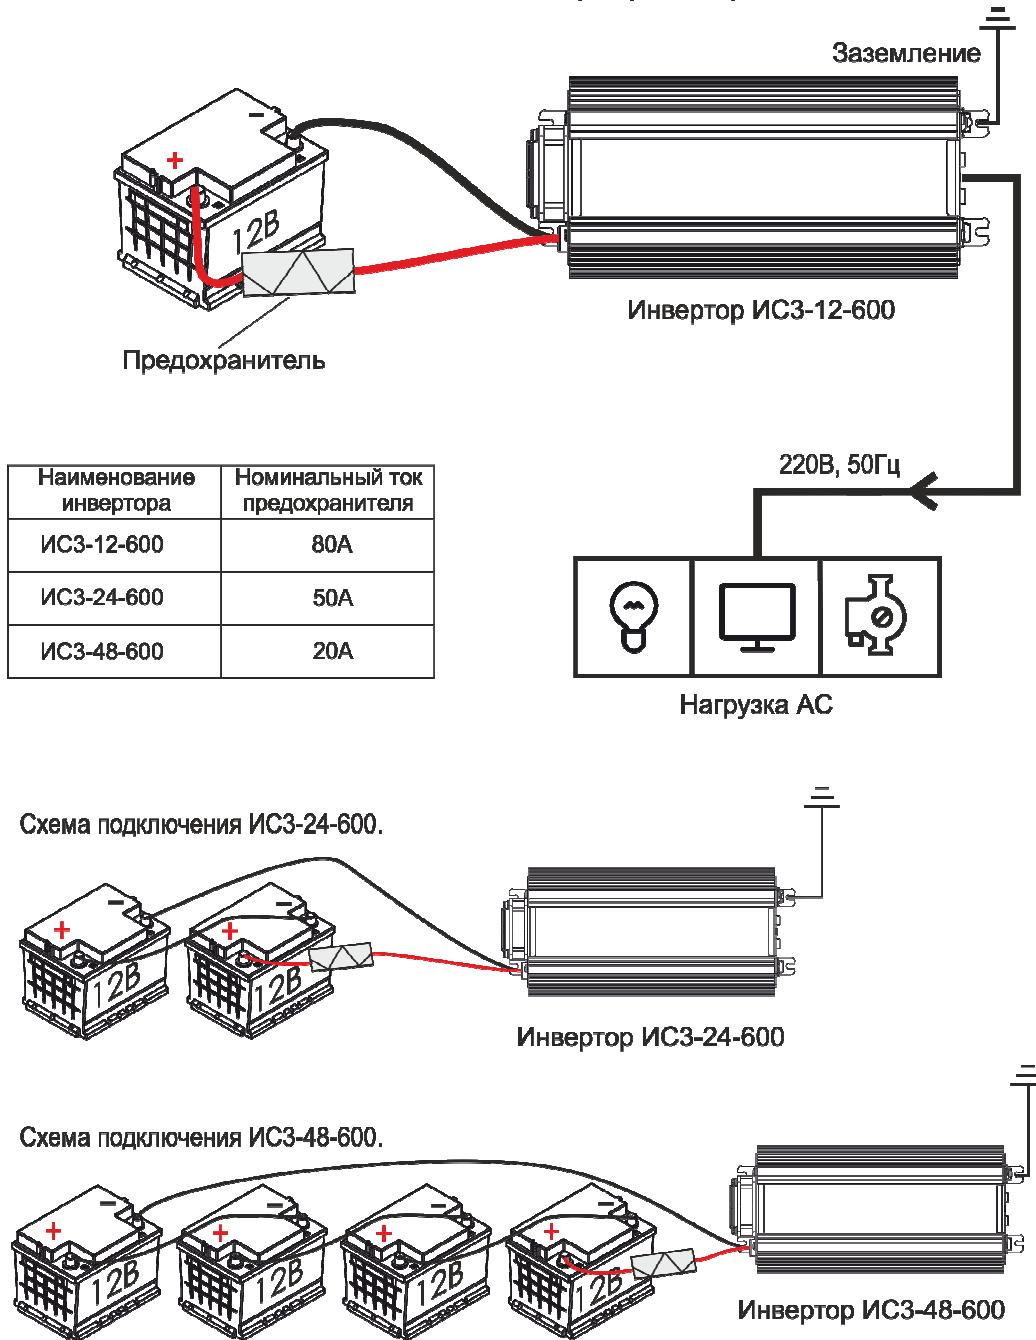

Рис.2.
6.3. Подключение инвертора производится в следующем порядке согласно Рис.2:
- подсоедините инвертор к аккумулятору с помощью штатных питающих кабелей через проходной предохранитель, расположенный непосредственно на плюсовой клемме аккумулятора (номинал предохранителя указан на Рис.2).